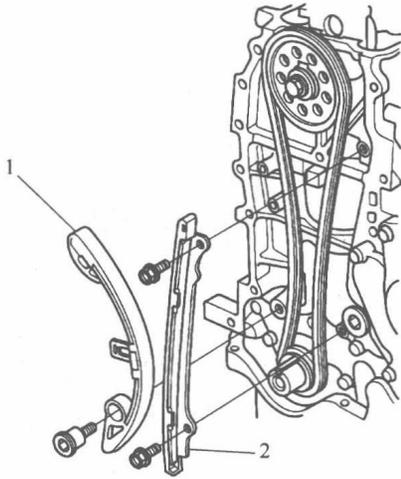

图 1-1-9
(17) 拆下凸轮轴链条张紧器臂 1 和凸轮轴链条导轨 2，如图 1-1-9 所示。
(18) 拆下凸轮轴正时链条。